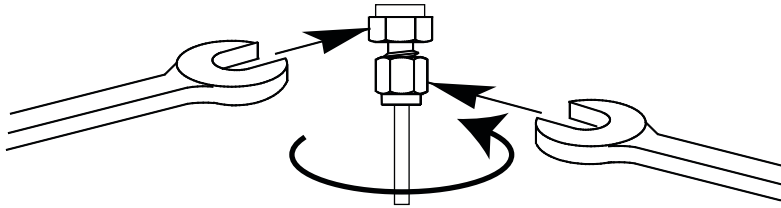

Figure 21 Serrage final
- 8 Pour des raccords Swagelok de 1/8 de pouce, utilisez une paire de clés plates de 7/16 de pouce pour serrer le raccord de 3/4 de tour (voir Figure 21).